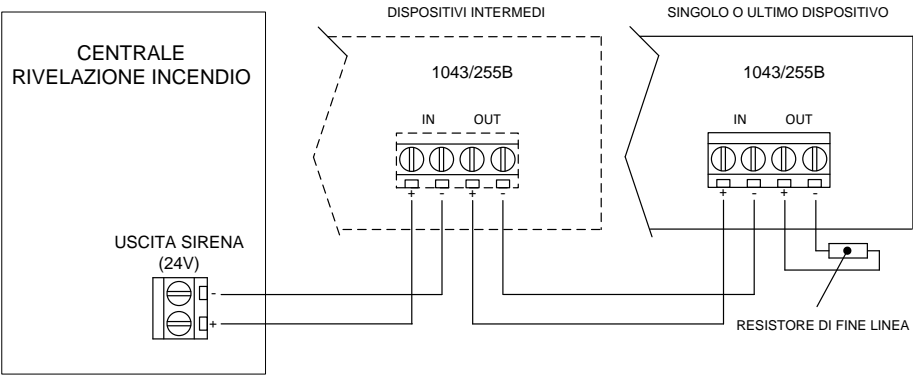

Figura 4 - Connessioni elettriche – Uscita sirena con uno o più dispositivi sonori
- Collegare il dispositivo 1043/255B secondo gli schemi rappresentati in *figura 4*.